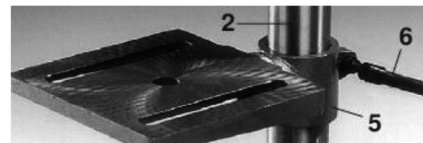

Рис.3
7.2. Установите на колонну 2 стол рабочий с зажимной муфтой 5 и фиксирующей ручкой 6 закрепите стол на желаемой высоте, см. Рис.3